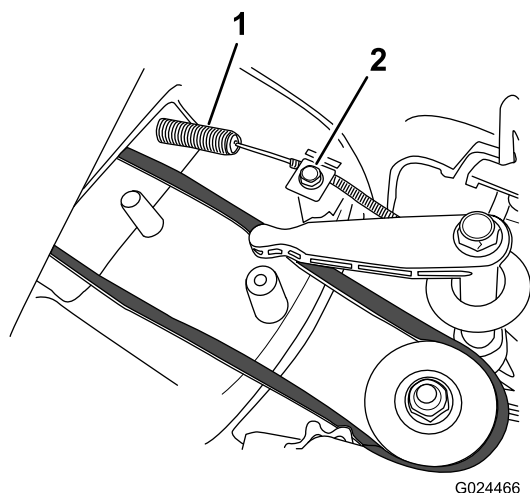

Figura 27
2. Instale el nuevo cable del freno de la cuchilla, pero no apriete la abrazadera de la parte superior de la carcasa de corte (Figura 27).